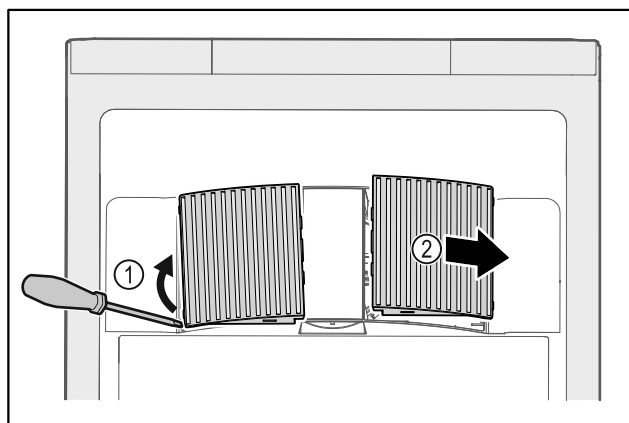

Fig. 142
- ▶ Estrarre con cautela i coperchi delle ventole dai lati Fig. 142 (1) e rimuoverli in avanti Fig. 142 (2).